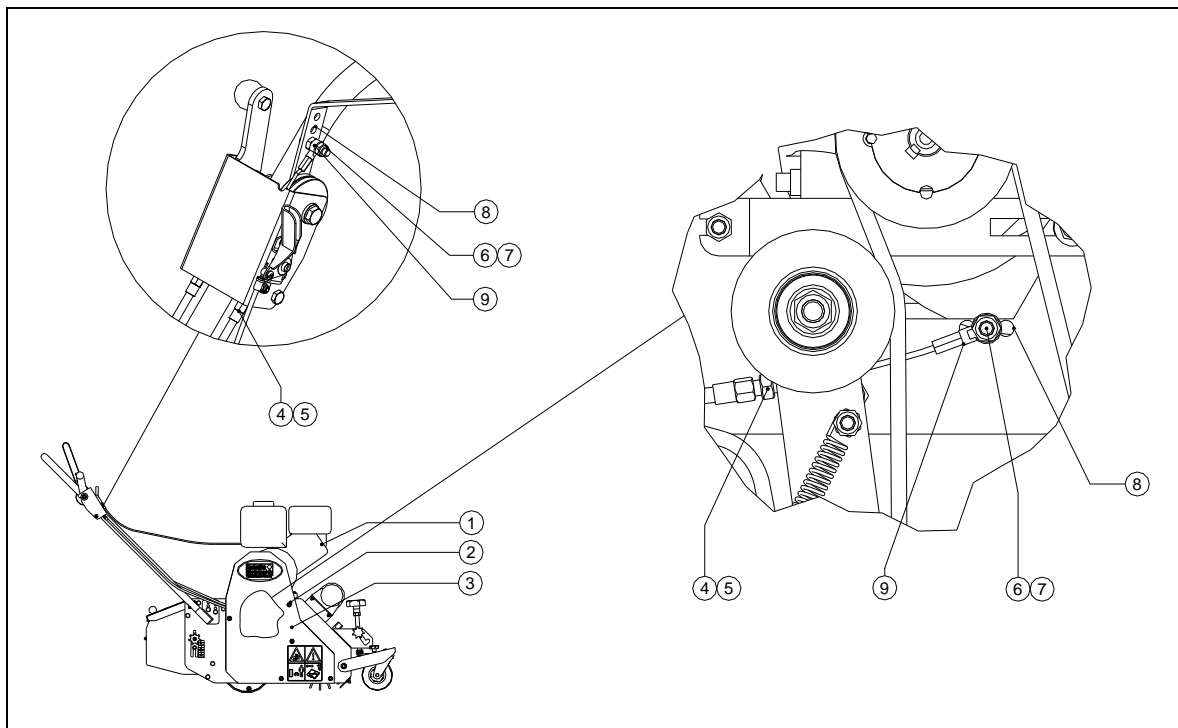

Fig. 18
2. Schakelbare spanrol voor de aandrijving van de gehele machine 1. (Zie Fig 18)
Schakelbare spanrol voor de aandrijving van de gehele machine (Zie Fig. 18)